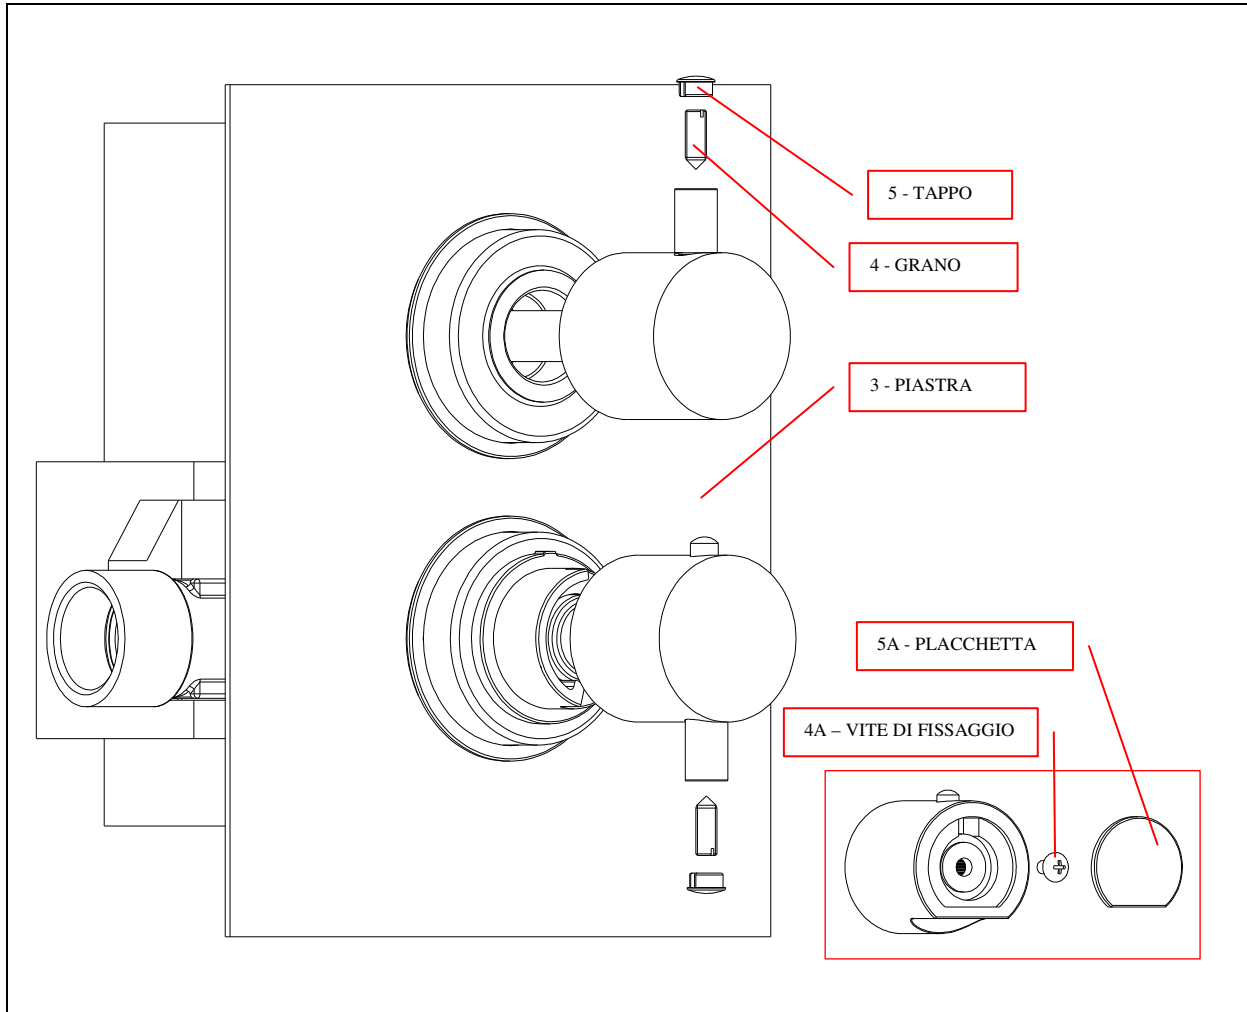

FIGURA 2 – MONTAGGIO FINITURE (PIASTRA E MANIGLIE)
- C - MONTARE LA PIASTRA DI COPERTURA (3) CON I DUE ANELLI IN GOMMA GRIGIA (FIGURA 2)
- D - MONTARE LE MANIGLIE SU MISCELATORE E RUBINETTO (FIGURA 2), E FISSARLE AGENDO SUI GRANI (4). APPLICARE POI I TAPPI A PRESSIONE (5).
- D1 – PER MANIGLIE IN TECNOPOLIMERO CROMATO** – MONTARE LE MANIGLIE SU MISCELATORE E RUBINETTO (RIQUADRO DI FIGURA 2), FISSARLE AGENDO SULLA VITE (4A) E APPLICARE LA PLACCHETTA (5A) A PRESSIONE
C - ASPORTARE IL TAPPO (5), SVITARE IL GRANO (4) E TOGLIERE LA MANIGLIA GRADUATA SENZA RUOTARLA (FIGURA 2) E REINSERIRLA IN MODO CHE I 38° SIANO IN CORRISPONDENZA DELL'INDICE DI RIFERIMENTO DELLA TEMPERATURA .
C1 – PER MANIGLIE IN TECNOPOLIMERO CROMATO - TOGLIERE LA PLACCHETTA (5A), SVITARE LA VITE DI FISSAGGIO (4A) E TOGLIERE LA MANIGLIA (RIQUADRO DI FIGURA 2)